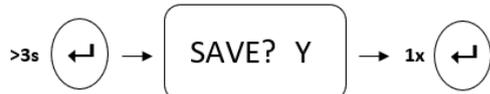

Abbildung 27: Einstellungen für Bus-Adresse und Baudrate am Socomec e24
- Schalten Sie mit der „△“-Taste die Menüunterpunkte durch bis zur Einstellungs Menü „Addr“. Prüfen Sie Die Bus-Adresse, ob diese auf „005“ eingestellt ist. Sollte dies nicht der Fall sein, stellen die diese mithilfe der nachfolgenden Abbildung 27 auf „005“ ein.
- Schalten Sie mit der „△“-Taste die Menüunterpunkte durch bis zum Einstellungs Menü für die Baudrate „bAud“. Prüfen Sie die Baudrate, ob diese auf „9,6 k“ eingestellt ist. Sollte dies nicht der Fall sein, stellen die diese mithilfe der nachfolgenden Abbildung 27 auf „9,6 k“ ein.